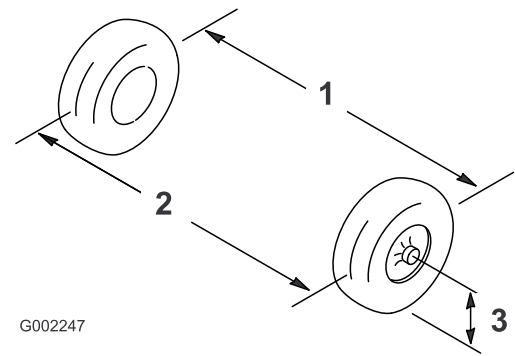

図 98
2. 前輪の前と後ろで、左右のタイヤの中央線間距離を測る計測はアクスルの高さで行う(図 98)。